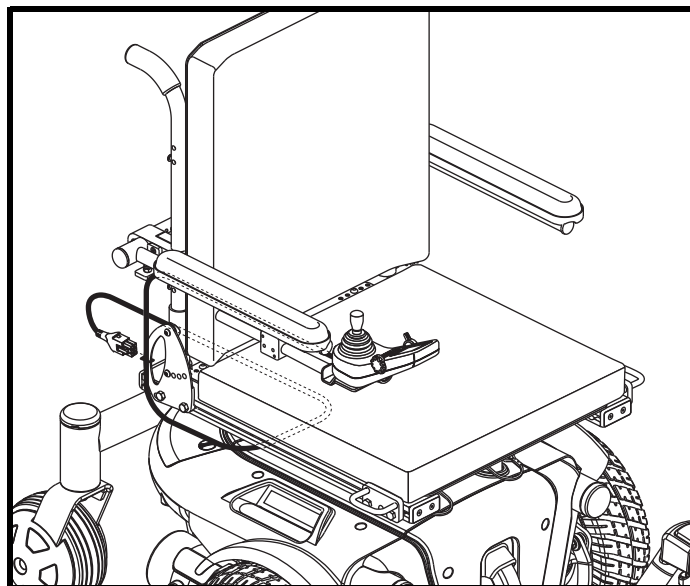

Figure 8. Câble sécurisé sur un siège Synergy
4. Installez le contrôleur et passez le câble vers l'arrière de la base motorisée. **Voir la figure 8.**